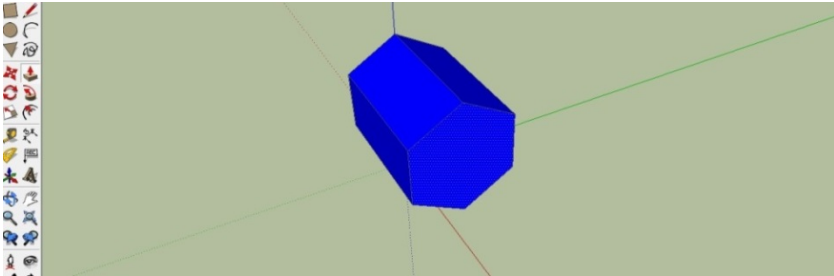

Рисунок 5.7
4. Відпускаємо кнопку миші, коли об'єм досягне потрібної величини (рис. 5.7).